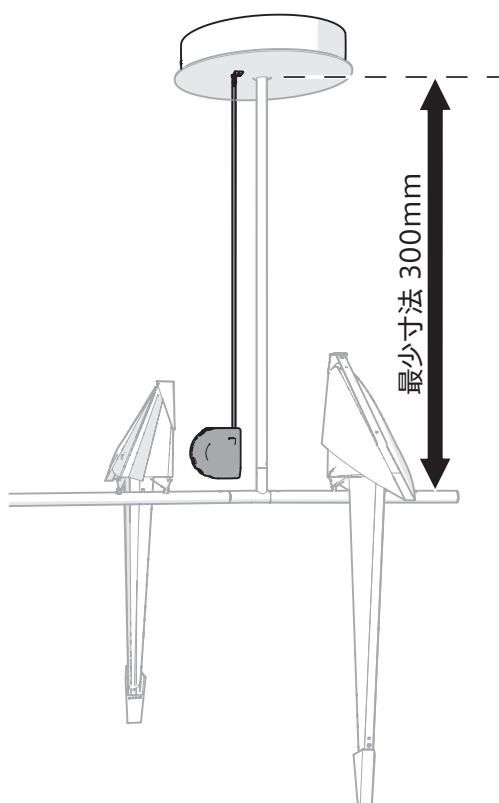

図 11
9. 吊りパイプの凹凸に注意して、本体側の電源コードに通します。(図11)